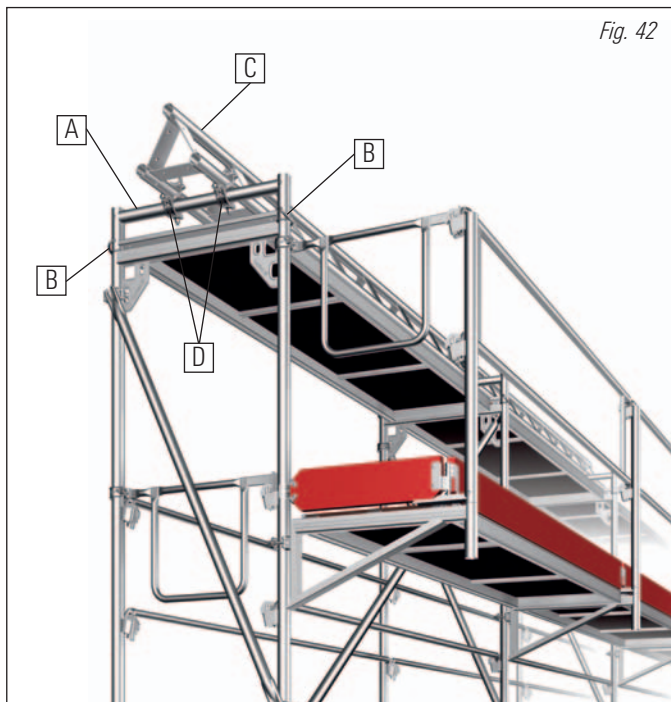

Fig. 42
När taket monteras som ett rullbart tak kan det vara nödvändigt att montera ett extra bomlag på konsoler om fallrisker förekommer (se bild 42). Adapter för rulltaksbalk (A) sätts fast i den bärande ställningen och säkras med bultar (B). Balken (C) monteras centralt på adapterna med hjälp av normalkopplingar (D).